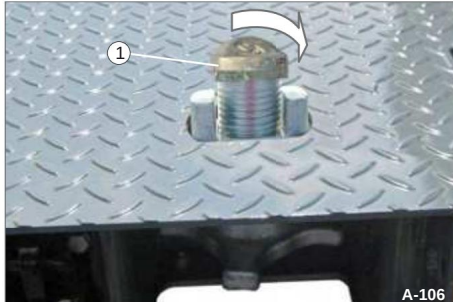

Fig. 159 Løsn drejetappen
- ÿ Drej drejetappen (fig. 159/1) 90 grader.